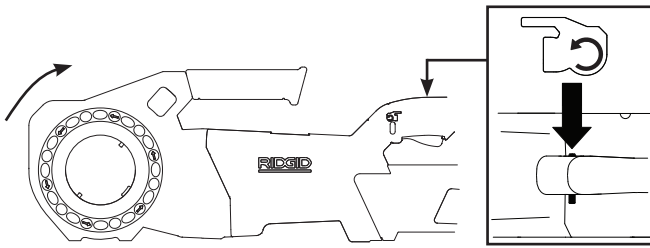

图 5A - 正转（顺时针）开关位置
- 将正转/反转滑动开关移动到正转位置。按下并释放开启/关闭开关。确认动力驱动器朝正确的方向旋转（见图 5A），且在释放开关时停止。